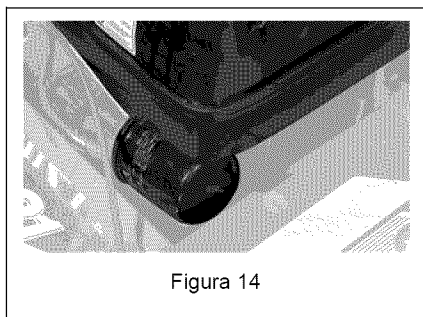

Figura 14
3. Gire el filtro en sentido antihorario para extraerlo (Figura 14).